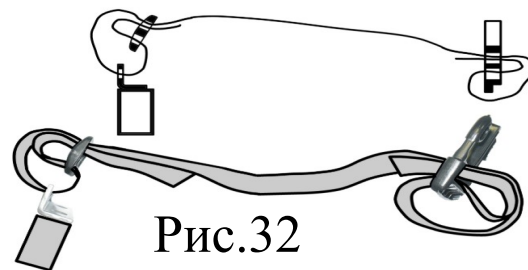

Рис.32
2. Соединить зацеп Фастекс поз. 134 с кронштейнами на противоположной стороне рамы кровати, используя ремень длинный поз. 131 и пряжку пластиковую поз. 133. Схема продевания ремня изображена на рис.32.